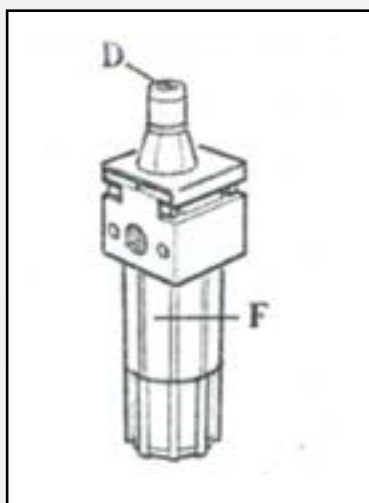

Рисунок 25
1. По возможности каждую неделю, но не реже одного раза в месяц, смазывайте направляющие ползунков зажимных кулачков, а также очищайте от загрязнений поворотный стол дизельным топливом. Регулярно проверяйте уровень масла в маслораспылителе. При необходимости доливайте масло, открутив стакан маслораспылителя (1) (рисунок 25).
2. Капля масла должна падать в прозрачный стакан маслораспылителя при каждом третьем или четвертом нажатии на педаль (12). В противном случае, отрегулируйте с помощью отвертки установочный винт D маслораспылителя (рисунок 25).